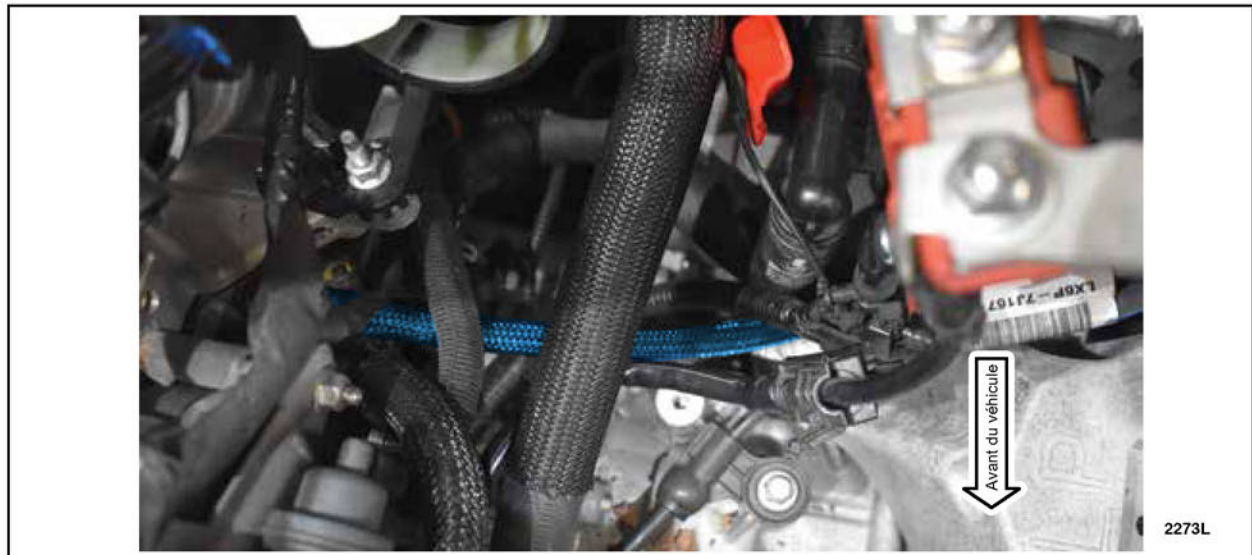

FIGURE 15
29. Acheminez le flexible comme illustré à la figure 15.